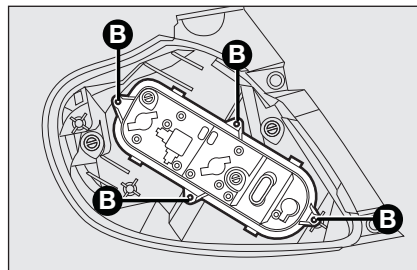

fig. 20
- ☐ Træk fatningen ud af sædet efter at have løsnet de fire skruer **B-fig. 20**.